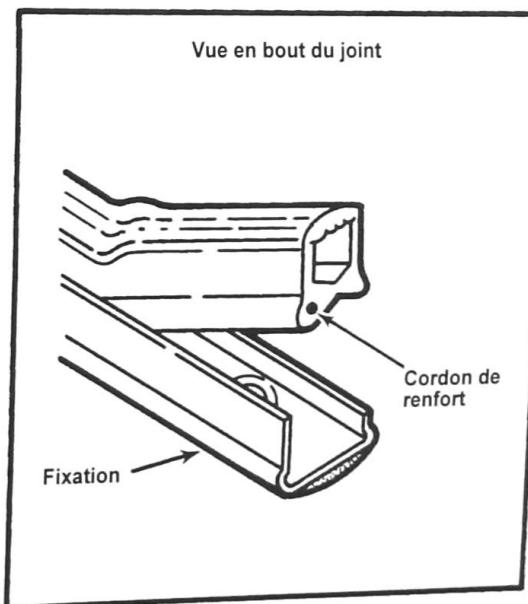
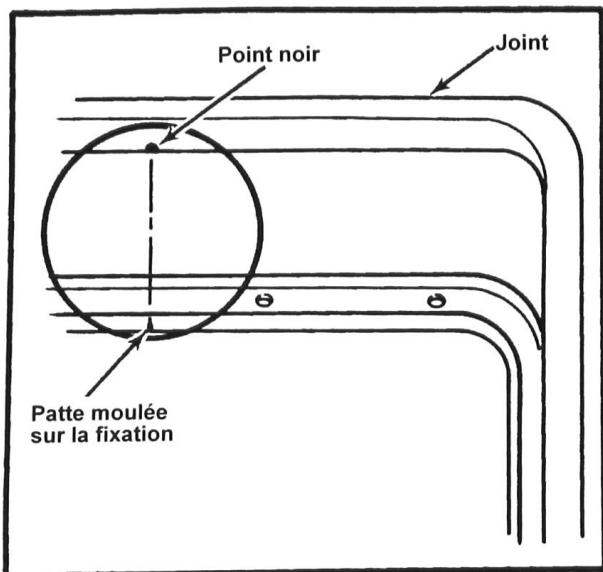

Figure 6
Figure 7
**NOTA :** Ne pas tirer ni allonger le joint, sinon le cordon de renfort intérieur se brisera et le joint s'étirera ensuite trop loin. Voir la Figure 6.
Le point noir du joint indique le centre du joint. Le centre de la fixation est indiquée par une patte moulée. Voir la Figure 7. Il y a également un deuxième point noir (plus petit) à l'extrémité du joint qui indique le cordon de renfort. Voir la Figure 6.
1. Aligner le point noir qui se trouve au centre du joint avec la patte du centre de la fixation. Le point noir doit être orienté vers l'arrière et vers le bas de la partie inférieure de la fixation. Voir la Figure 7.